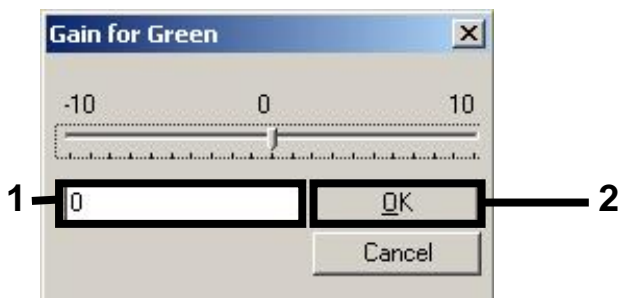

Figura 6. Introduzir manualmente os valores de ganho mais baixos.
7. Selecione o valor de ganho mais baixo para Cycling Green (Ciclos verdes) indicado no passo 4, e introduza este valor manualmente na janela **"Gain for Green"** (Ganho para verde) (Figura 6). Selecione o valor de ganho mais baixo para Cycling Yellow (Ciclos amarelos) indicado no passo 4, e introduza este valor manualmente na janela **"Gain for Yellow"** (Ganho para amarelo) (Figura 6).